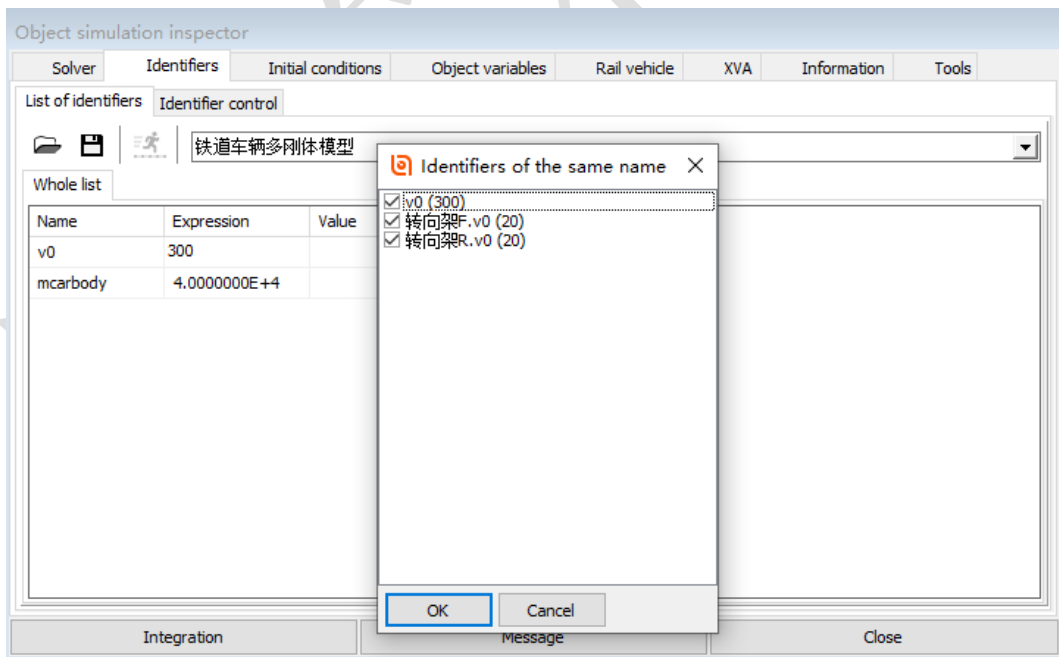

图 3-45
- 10) 切换到 **Identifiers** → **List of identifiers** 页面，设置车辆初始速度 **v0** 为 **300**，在弹出窗口点击 **OK**，如图 3-45。